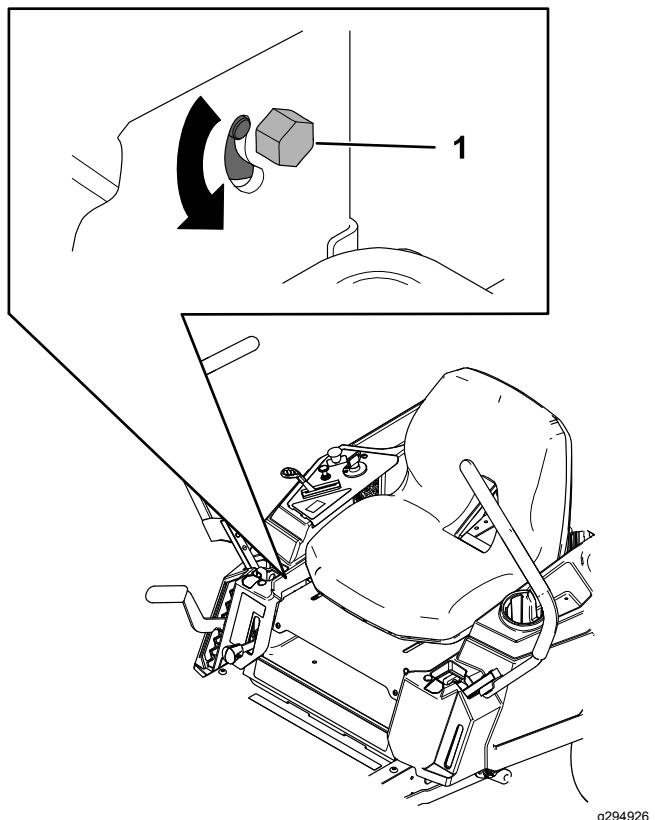

Figure 52
- Localisez le boulon de réglage de la dérive près du levier de commande de déplacement du côté qui nécessite le réglage (Figure 52).